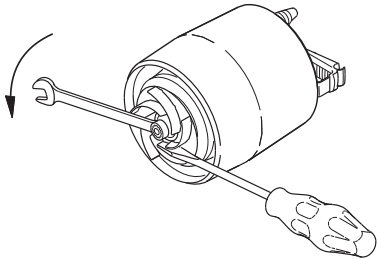

Fig. 13 Come rimuovere la girante
6. Svitare il dado (larghezza sezione 13 mm) dall'albero motore. Usare un cacciavite per impedire alla girante di ruotare. Vedere la fig. 13.